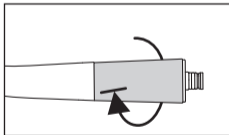

Fig. 45
- ➍ Serrez fermement l'anneau conique (Fig. 45).